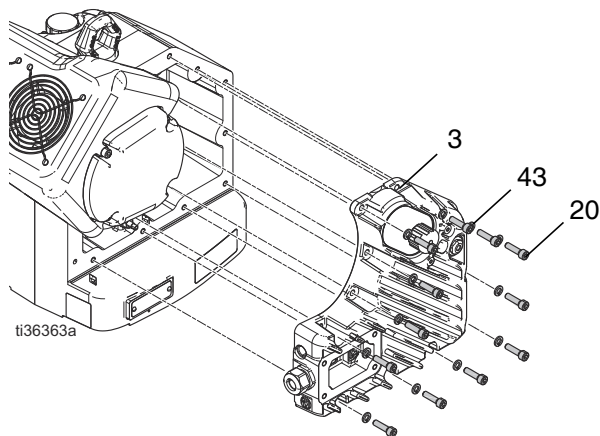

FIG. 17 : Dépose du couvercle du boîtier électronique
2. Monter le couvercle du boîtier électronique (3), les 12 rondelles (4), les 12 vis (24) et serrer au couple de 20-27 N•m (15-20 pi-lb). Consulter FIG. 17, page 20.
3. Déposer les 12 vis (24) et les rondelles du couvercle du boîtier électronique (3). Consulter FIG. 17, page 20.